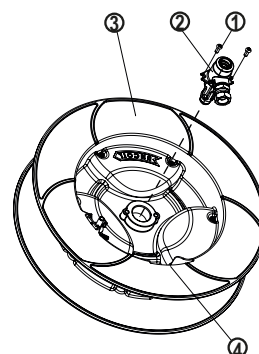

Fig. 19
- At the opposite spool side, loosen the bolts (1) (fig. 19) used to fix the brass shaft (2) (fig. 19) to the spool (3) (fig. 19). Keep all the components to be able to reassembly later.
- Replace the spool (3) (fig. 19) with a new one, and proceed to reassemble again all the components in reverse order. Begin assembling the spool brass shaft (2) (fig. 19) by tightening the bolts (1) (fig. 19). To avoid spool damage, do not apply a torque more than 4Nm while tightening these bolts. To be able to assemble the spool shaft (2) (fig. 19) in the correct position, make sure to assemble it with the fitting pointing to the spool window (4) (fig. 19).
- Lossa bultarna (1) (fig. 19) för att fixera mässingsaxeln (2) (fig. 19) på spolen (3) (fig. 19) på den motsatta spolsidan. Håll alla komponenterna så att de kan monteras senare.
- Ersätt spolen (3) (fig. 19) med en ny och montera igen alla komponenter i omvänd ordning. Börja montering av spolarmsaxeln (2) (fig. 19) och skruva fast bultarna (1) (fig. 19). För att undvika skador, använd inte ett vridmoment på mer än 4 Nm när du drar åt dessa bultar. För att kunna montera spolaxeln (2) (fig. 19) i rätt läge, se till att montera den med kopplingen pekandes mot spolfönstret (4) (fig. 19).